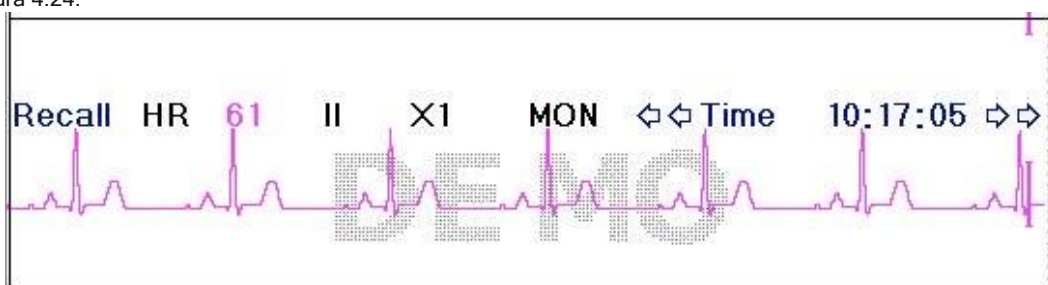

Figura 4.24
**Lembrar:** Pressione Recall e o primeiro registro na lista de recall ficará verde. Gire o botão para escolher um registro, e pressione o botão para recuperá-lo. A forma de onda recuperada é exibida no terceiro canal da área de forma de onda, conforme mostrado na Figura 4.24.